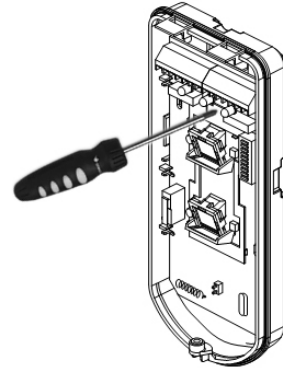

Figura 8: PCB
- c. Conecte la base externa a la rótula usando los clips a presión para tal fin (Figura 8).
10. Para reajustar la Rótula Estándar cuando el PCB está instalado (Figura 8):
- b. Use un destornillador de Estrella para liberar el tornillo de fijación (ver Figura 8).